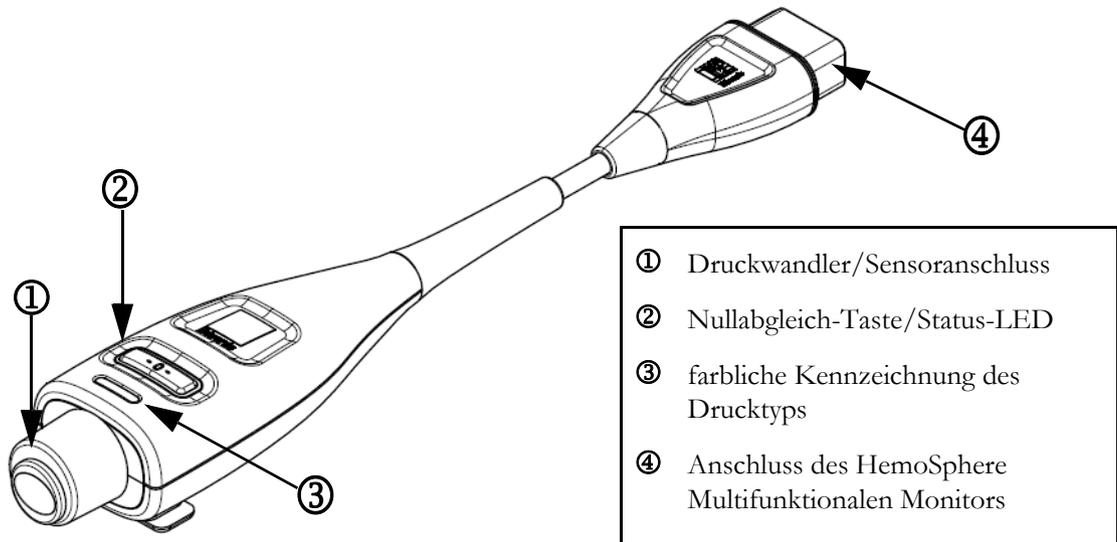

Abbildung 10-1 HemoSphere Druckmesskabel
Das HemoSphere Druckmesskabel ist ein wiederverwendbares Produkt, das sich mit dem HemoSphere Monitor an einem Ende ④ und mit einem zugelassenen Edwards Einweg-Druckwandler (DPT) oder Sensor am anderen Ende ① verbindet. Siehe Abbildung 10-1 auf Seite 170. Das HemoSphere Druckmesskabel erfasst und verarbeitet ein einfaches Drucksignal von einem kompatiblen DPT, wie z. B. dem TruWave DPT oder einem FloTrac Sensor. Ein FloTrac- oder Acumen IQ-Sensor wird an einen vorhandenen arteriellen Zugang angeschlossen, um die minimalinvasive Messung der hämodynamischen Parameter zu ermöglichen. Ein TruWave-Druckwandler kann an alle kompatiblen Drucküberwachungsleitung für die positionsbasierte Messung des intravaskulären Drucks angeschlossen werden. Spezifische Anweisungen zur Platzierung und Verwendung des Katheters sowie die entsprechenden Warnungen, Vorsichtshinweise und Hinweise entnehmen Sie bitte der Gebrauchsanweisung des verwendeten Katheters. Das HemoSphere Druckmesskabel kann, je nachdem, ob ein Sensorpaar oder ein Druckwandler genutzt wird, in zwei Überwachungsmodi überwacht werden: Im **FloTrac-** oder **Acumen IQ-**Sensor-Überwachungsmodus oder im **Swan-Ganz-**Katheter-Überwachungsmodus. Der jeweilige Überwachungsmodus wird oben in der Navigationsleiste angezeigt (siehe Abbildung 5-2 auf Seite 81). Aussehen und Anschlusspunkte für das HemoSphere Druckmesskabel sind dargestellt in Abbildung 10-1.
Farbe des Drucktyps. Die passende farbliche Kennzeichnung auf dem Druckmesskabel kann zur Anzeige des überwachten Drucktyps verwendet werden. Siehe ③ in Abbildung 10-1 unten. Die farblichen Kennzeichnungen sind wie folgt:
- Rot für den arteriellen Druck (AP)
- Grün für Herz-Zeit-Volumen (CO)
- 7 Führen Sie eine gerade einwärts bzw. auswärts gerichtete Bewegung aus, um den grünen Anschluss des gespülten FloTrac-Sensors anzuschließen. Die LED-Anzeige am Druckmesskabel, die um die Nullabgleich-Taste herum verläuft (siehe ② in Abbildung 10-1), blinkt grün, wenn der Drucksensor erkannt wurde. Ein gelbes Licht weist auf einen Fehlerzustand hin. Wenn dies auftritt, die spezifischen Informationen zum Fehlerzustand in der Statusleiste ansehen.
Halten Sie die Nullabgleich-Taste  direkt am Druckmesskabel für drei Sekunden gedrückt (siehe Abbildung 10-1).